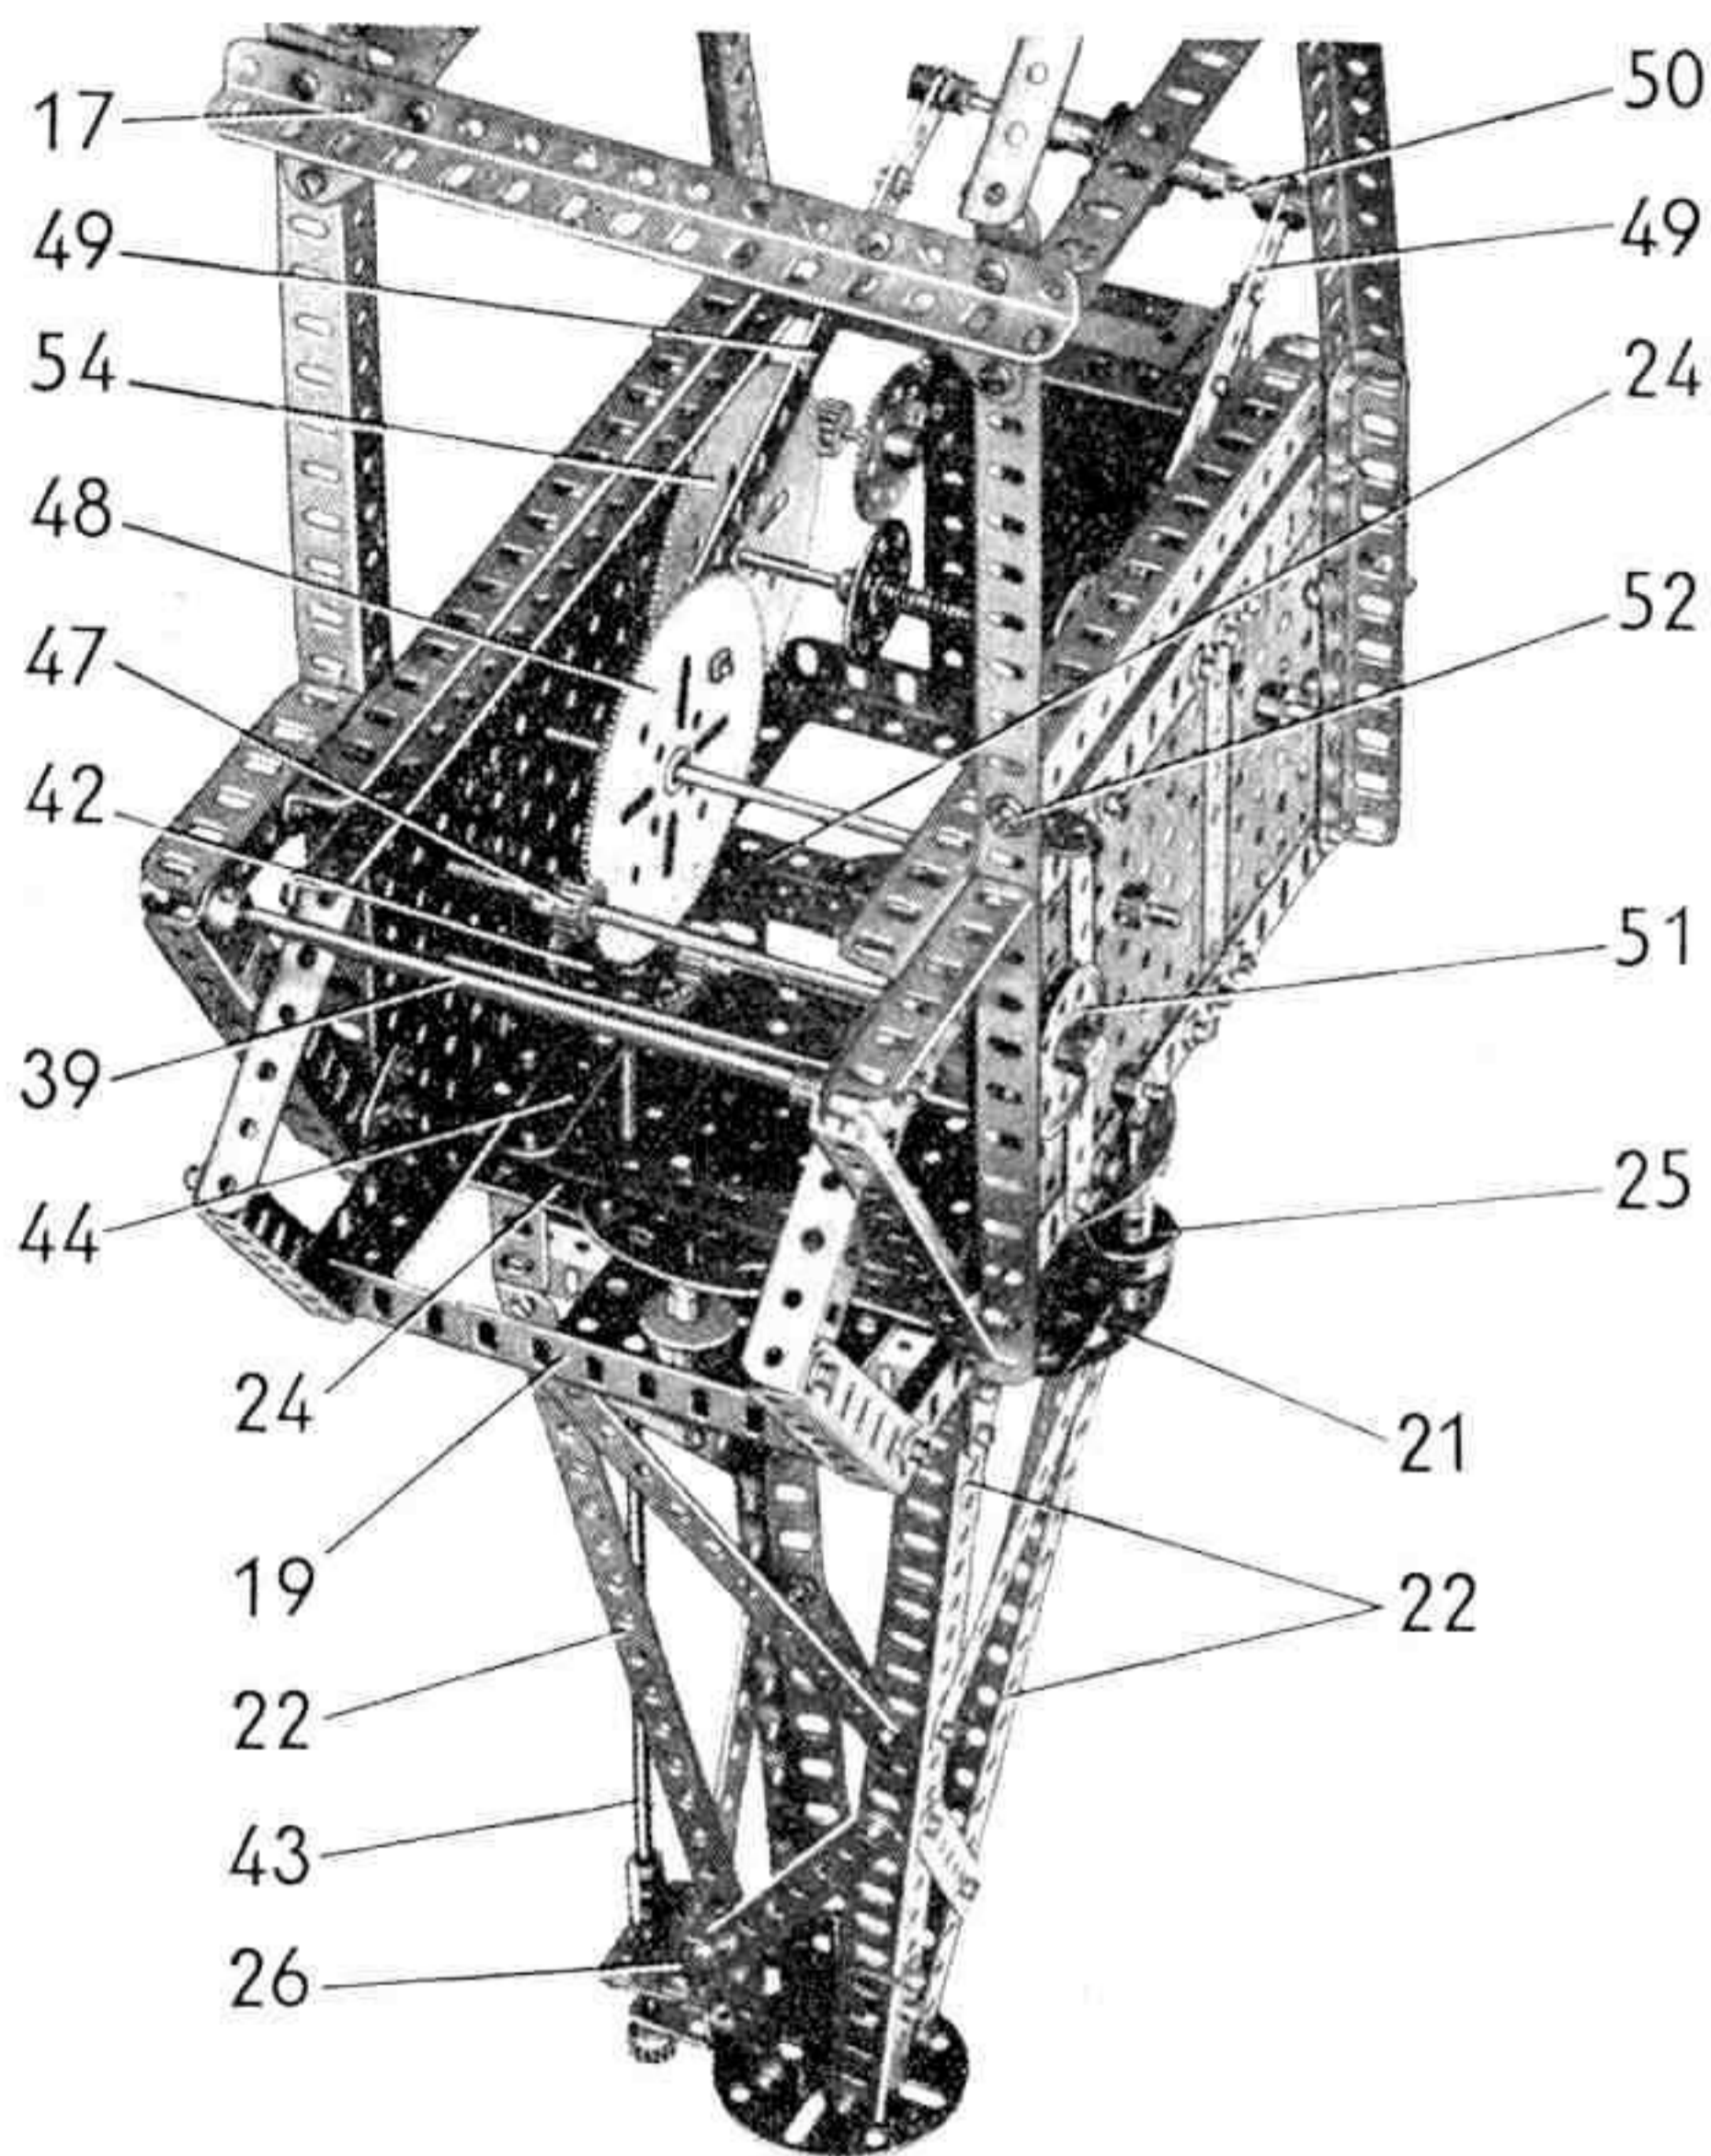
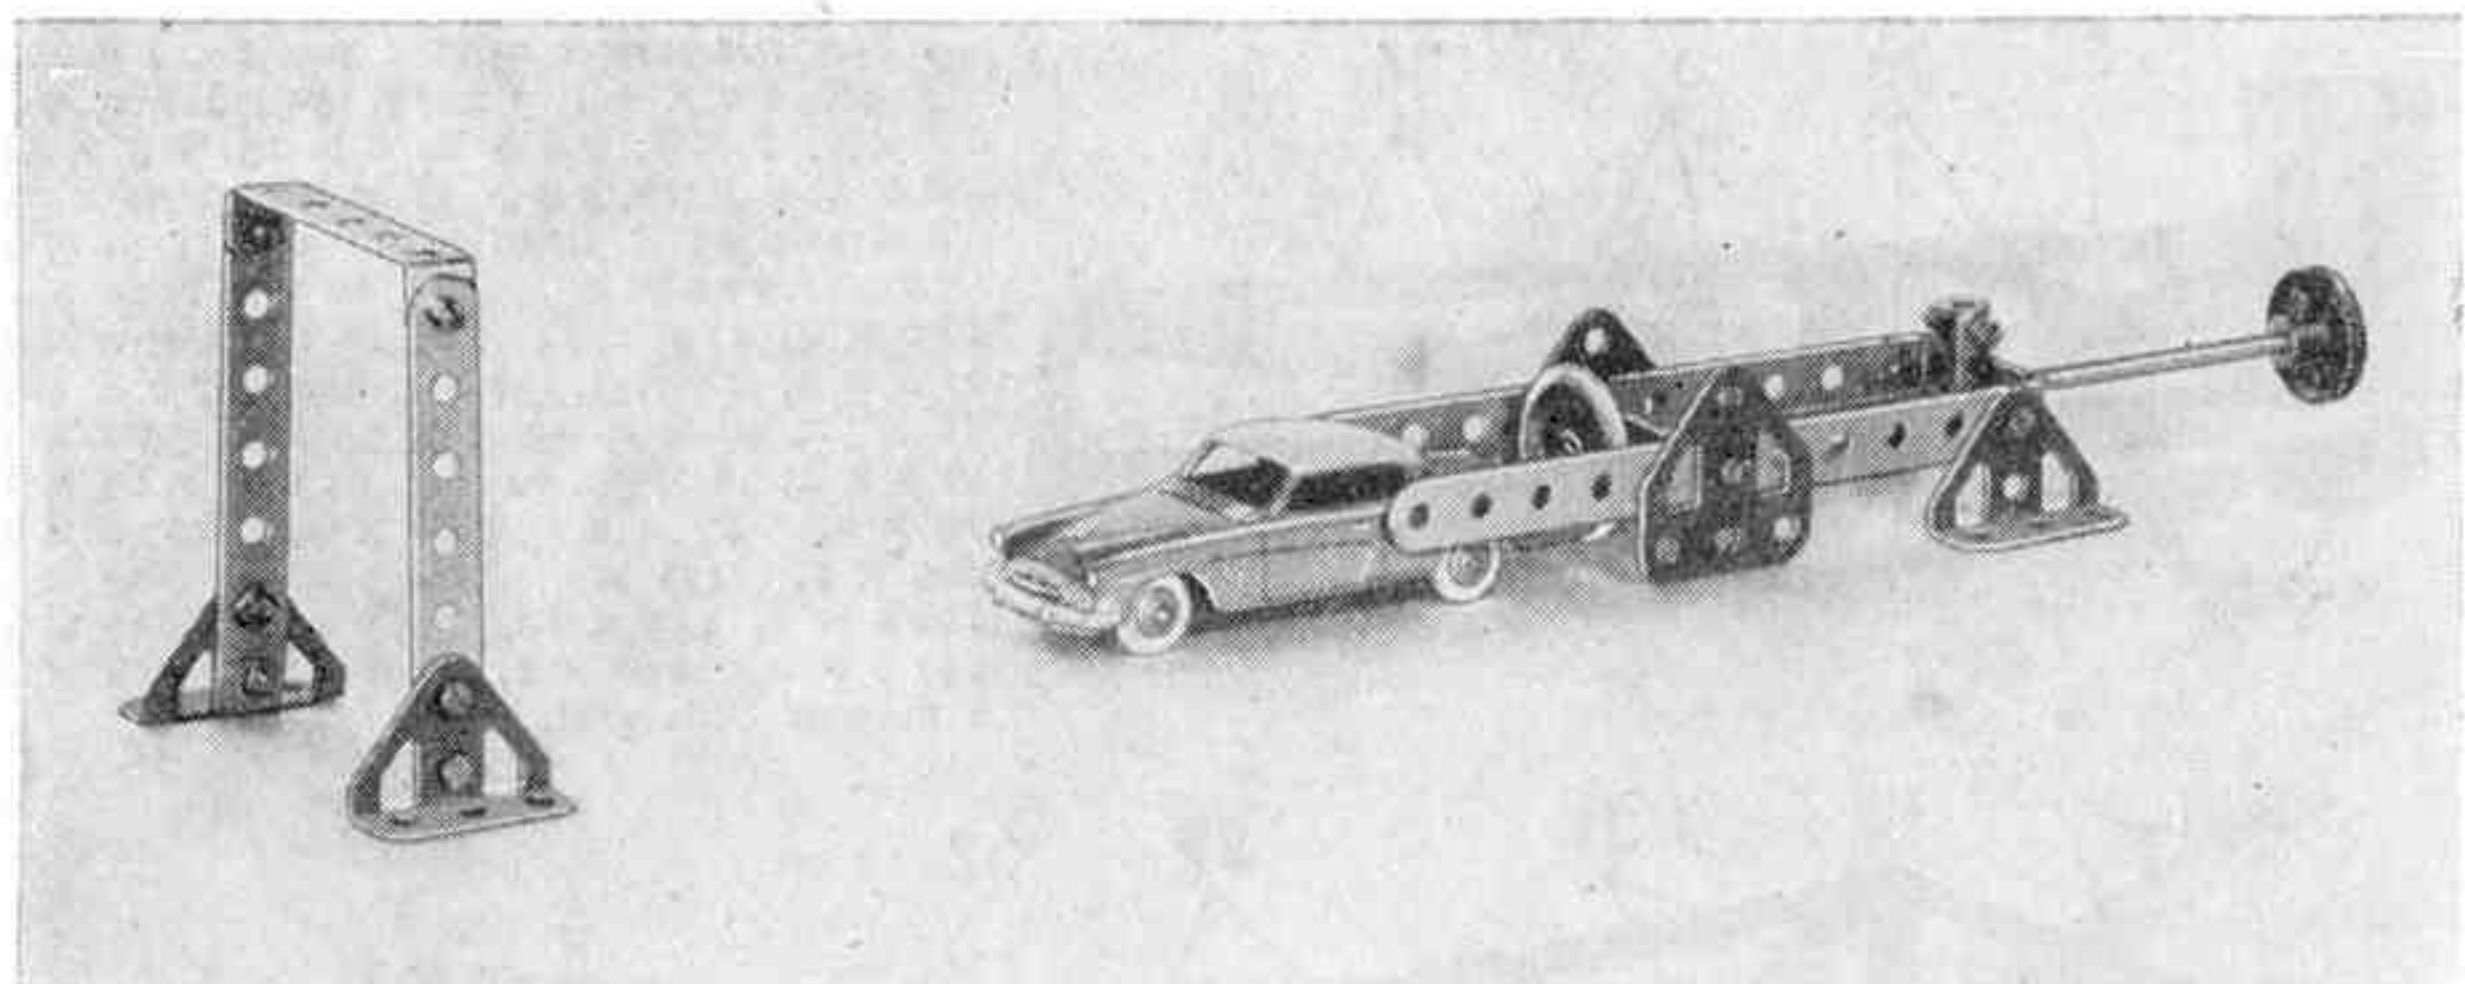
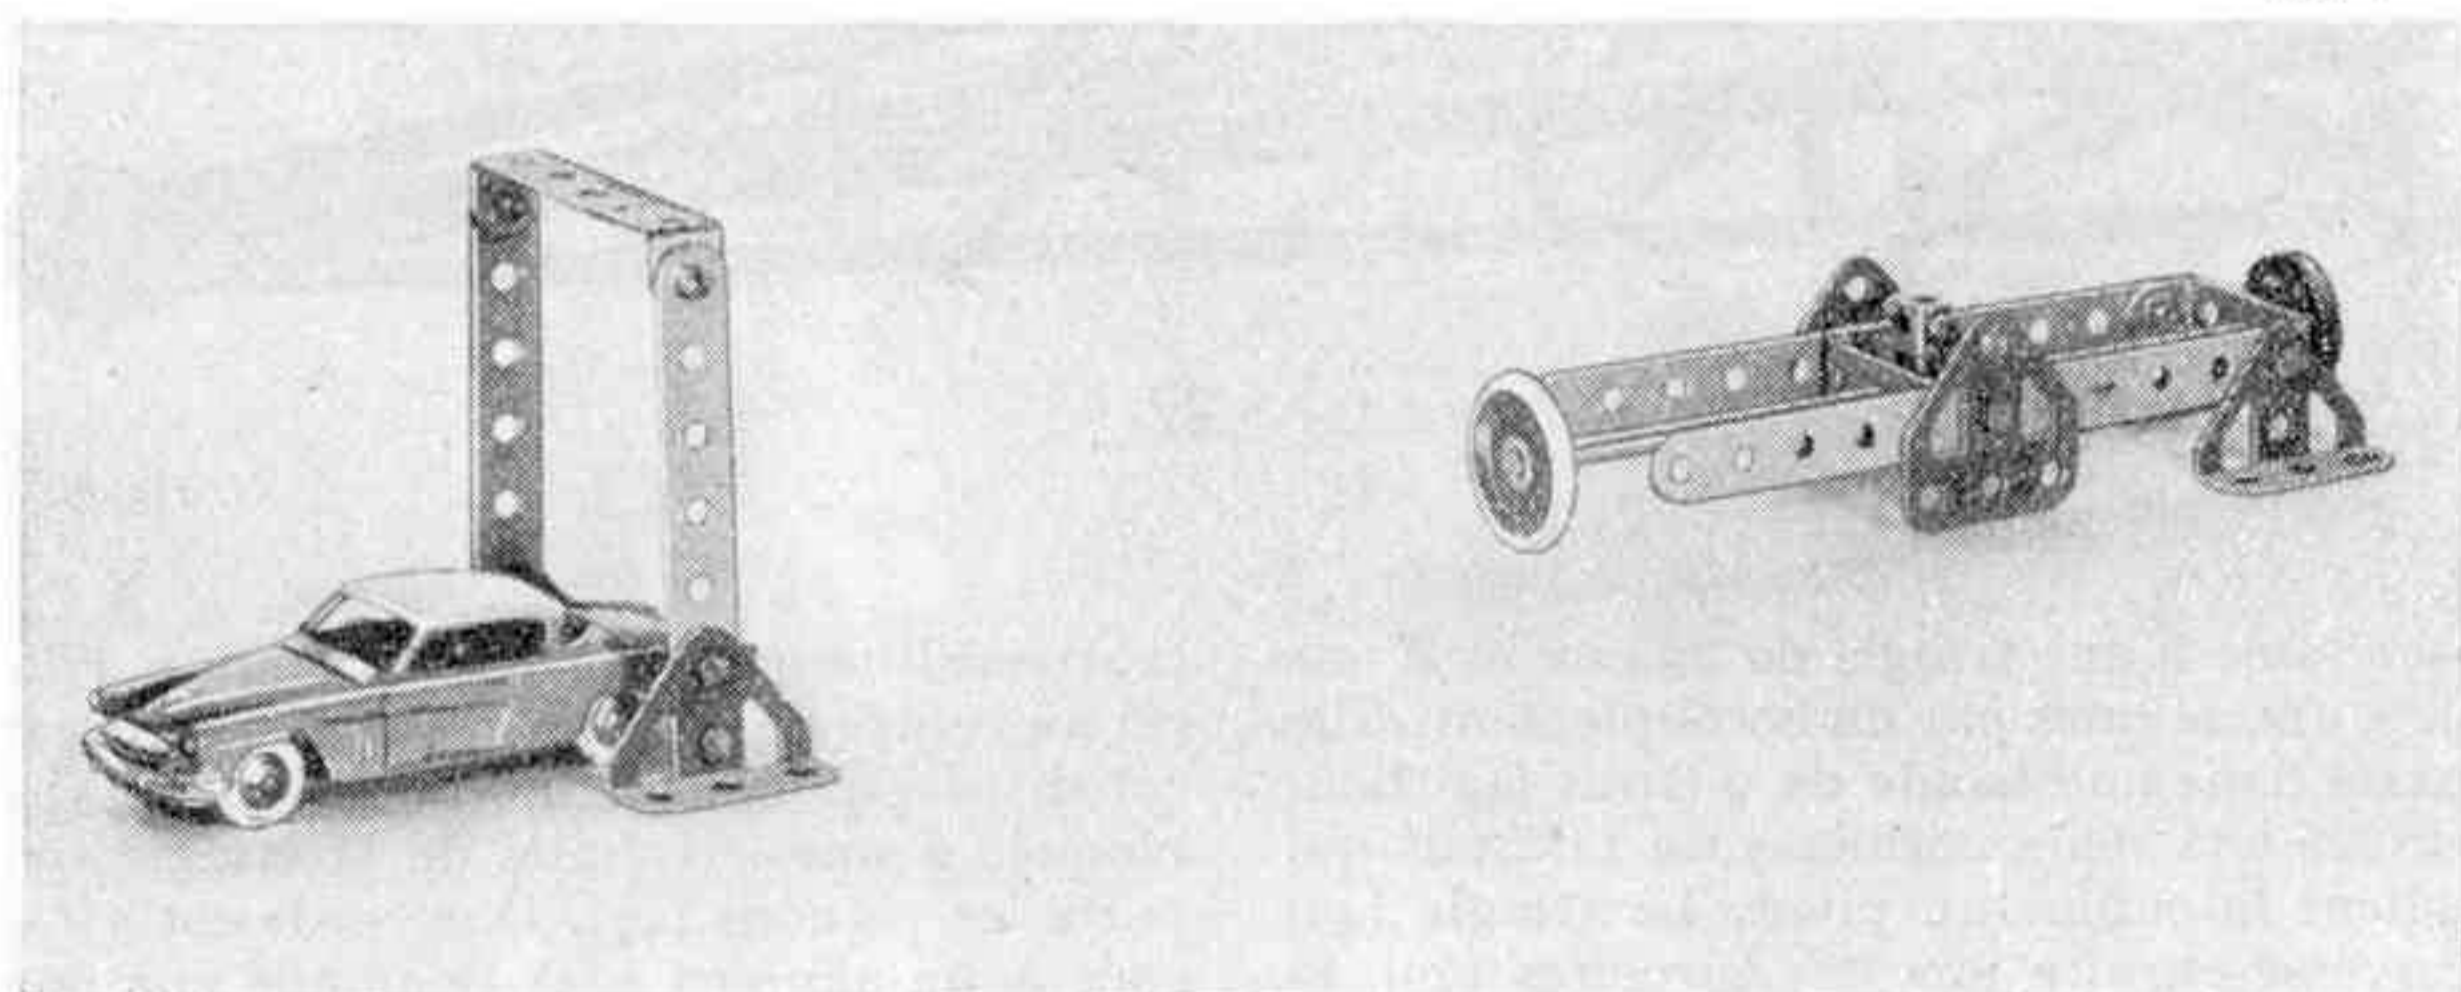
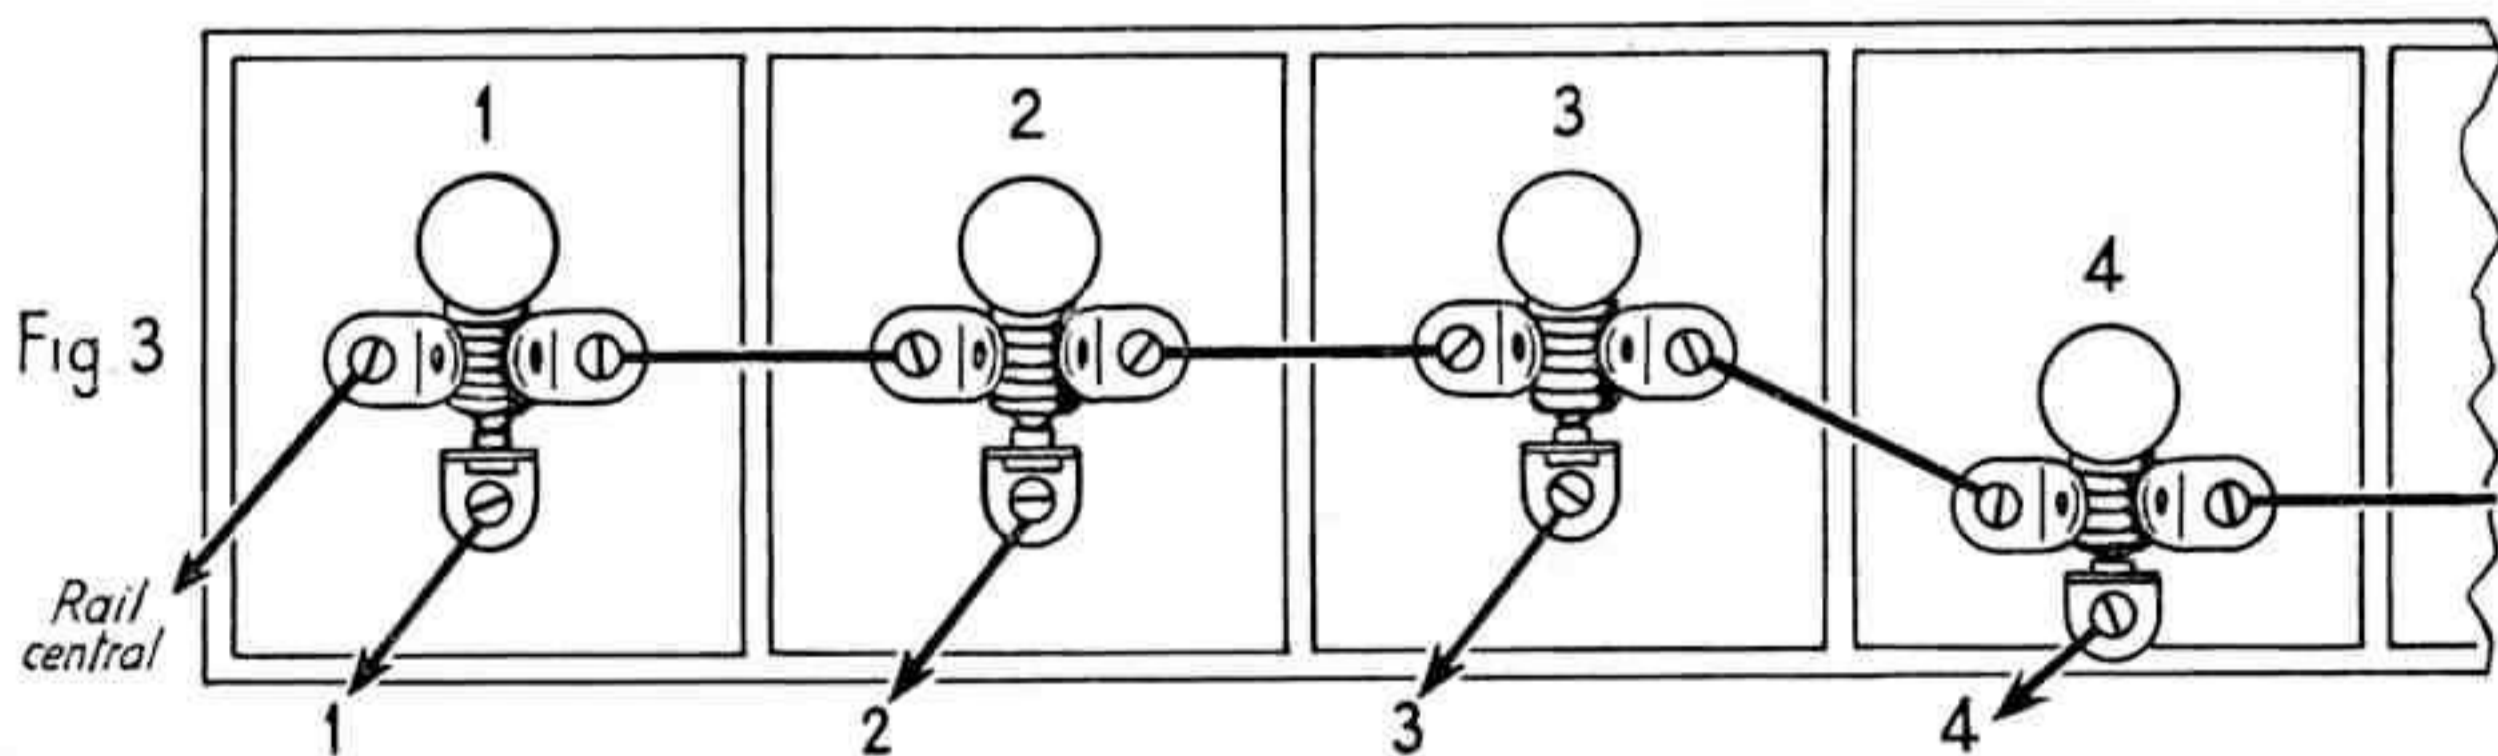

Fig. 4.
Fig. 1.
Fig. 2.
Fig. 3
La flèche est articulée par l'avant dernier trou des cornières (27) sur une tringle de 16,5cm (39). Celle-ci passe dans les trous extrêmes de la cornière (12) et de la cornière oblique de 11 trous (fig. 3).
Le bras d'équilibrage est articulé sur une tringle de 16,5cm (40) qui passe dans les cornières (34) et dans les embases triangulées plates. La tringle (40) est montée dans les cornières (14) de la charpente qui surmonte la cabine (fig. 3).
**Rotation de la grue.** — La rotation est commandée par une manivelle (41) (fig. 3). Cette manivelle, formée par une roue barillet munie d'une cheville filetée est bloquée à l'extrémité d'une tringle de 16,5cm qui passe dans les parois de la cabine et porte un pignon de 19 dents (fig. 4). Celui-ci entraîne une roue de champ de 50 dents (42). La tringle (43) qui porte la roue (42) est
**Variation de volée.** — L'inclinaison de la flèche est commandée par une manivelle (45) de construction identique à la manivelle (41) (fig. 3). Cette manivelle est bloquée, ainsi qu'un pignon de 19 dents, à l'extrémité d'une tringle de 16,5cm qui passe dans les côtés de la cabine. Le pignon entraîne une roue de 57 dents (46). La tringle de 16,5cm qui porte la roue dentée (46) est munie de deux pignons de 19 dents (47) (fig. 3 et 4). Ces pignons engrènent avec deux roues de 133 dents (48) bloquées sur une tringle de 16cm,5. Un boulon pivot est fixé dans chaque roue (48). Il porte une bande (49) composée d'une bande de 11 trous et d'une bande de 5 trous qui se recouvrent sur trois trous. Une bague d'arrêt passée sur le boulon tient le bande (49) écartée de roue dentée. Une tringle de 10 cm. (50) traverse les extrémités des deux bandes (49) et est montée dans les cornières de trois trous (38) du bras d'équilibrage. Deux roues à boudin de 19 mm. accolées
**Mouvement de la charge.** — Un moteur électrique universel est fixé à l'arrière de la cabine sur une plaque sans rebords de 11,5 × 6 cm. boulonnée entre les deux cornières (18). Un pignon de 19 dents montée sur son arbre entraîne une roue de 57 dents (53) portée par une tringle de 16,5cm. Cette tringle passe dans les flasques du moteur et dans deux embases triangulées plates fixées sur les côtés de la cabine. Elle porte un pignon de 19 dents qui attaque une roue de 133 dents (54). La roue (54) est montée sur une tringle de 16,5cm qui passe dans les côtés de la cabine. Une corde est enroulée sur la tringle entre deux roues barillets; elle passe sur les roues à boudin de la tringle (50) et sur une poulie de 75 mm. (55) (fig. 3). La poulie (55) tourne librement sur une tringle de 16,5cm, montée dans les trous extrêmes des cornières (15) et (16). La corde passe ensuite sur la poulie de 75 mm. à la pointe de la flèche et est munie d'un crochet lesté.
La tringle de la catapulte étant tirée à fond, une voiture est engagée entre les extrémités des bandes de 11 trous jusqu'à ce que son arrière touche la poulie munie de l'anneau de caoutchouc (fig. 1). L'appareil est alors pointé en direction de l'arceau et l'opérateur lâche la tige... (fig. 2).
quatre, à titre d'exemple : Paris (1), Bercy (2), Maisons-Alfort (3) et Villeneuve-Saint-Georges (4). Un crocodile est monté à hauteur de chacun de ces points, et son rail isolé est relié par un fil à la lampe correspondante du tableau. La fixation du fil isolé sur le crocodile s'opère facilement à l'aide d'un support plat Meccano, de deux rondelles et de deux boulons (fig. 2). Les culots en laiton de toutes les lampes sont reliés par un fil isolé au rail central (fig. 3). Tout train passant sur le rail crocodile signalera donc sa position en allumant la lampe correspondante sur le tableau.
Les lampes 20 volts du tableau (fig. 3) sont fixées sur une planchette, soit au moyen d'une douille, soit à l'aide de deux équerres à 135° Meccano. Le contact avec